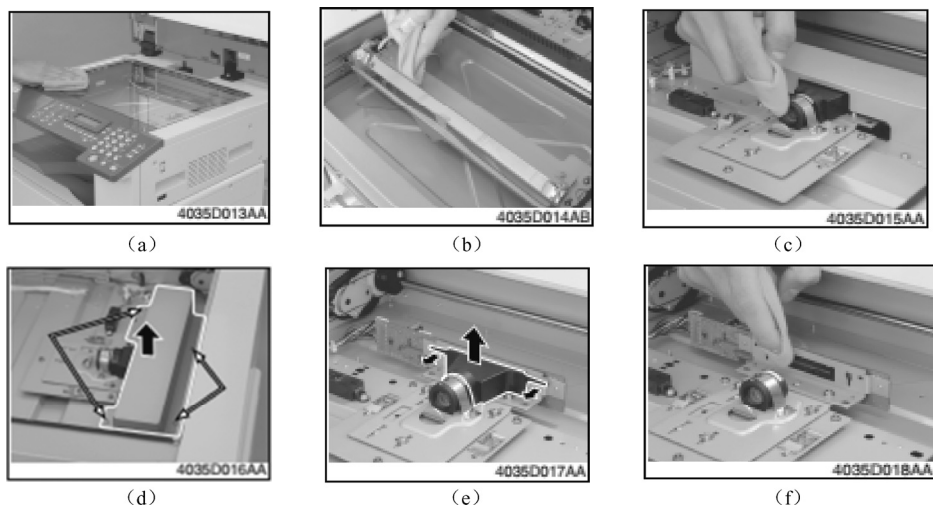

图 4-43 CCD 感应器清洁图
① 原稿玻璃和原稿扫描玻璃的清洁：用蘸有酒精的软布将原稿玻璃和原稿扫描玻璃上的污物擦干净。
- ② 反射镜的清洁。卸下原稿玻璃；用蘸有酒精的软布将反射镜上的污物擦干净。
- ③ 透镜的清洁。卸下原稿玻璃；用蘸有酒精的软布将透镜上的污物擦干净。
- ④ CCD 感应器的清洁（见图 4-43）。